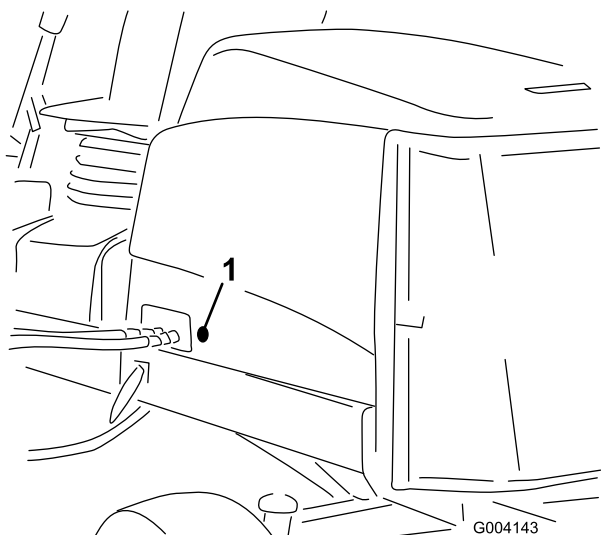

Figure 17
- Retirez le passe-câbles en caoutchouc du trou situé du côté gauche du capot (Figure 17).